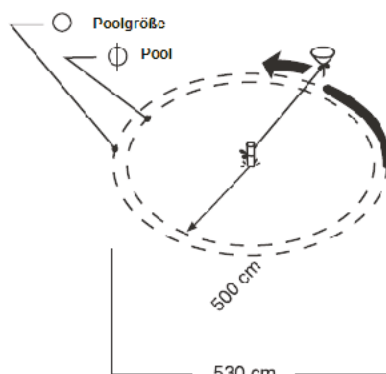

Abbildung 3
4. Wenn der kleinste Durchmesser 500 cm ist, sollte der Kreis einen Durchmesser von 530 cm haben. (Siehe Abbildung 3).